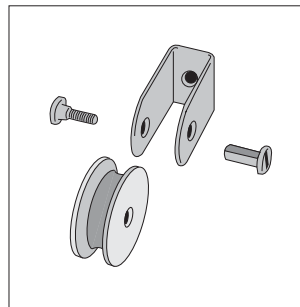

Abb.2
- a) Das Befestigungsloch der Zugrolle durch Losschrauben des Bolzen, der die Scheibe festhält, öffnen (Abb.2) und die Rolle an der Decke mit einem geeigneten Dübel befestigen.